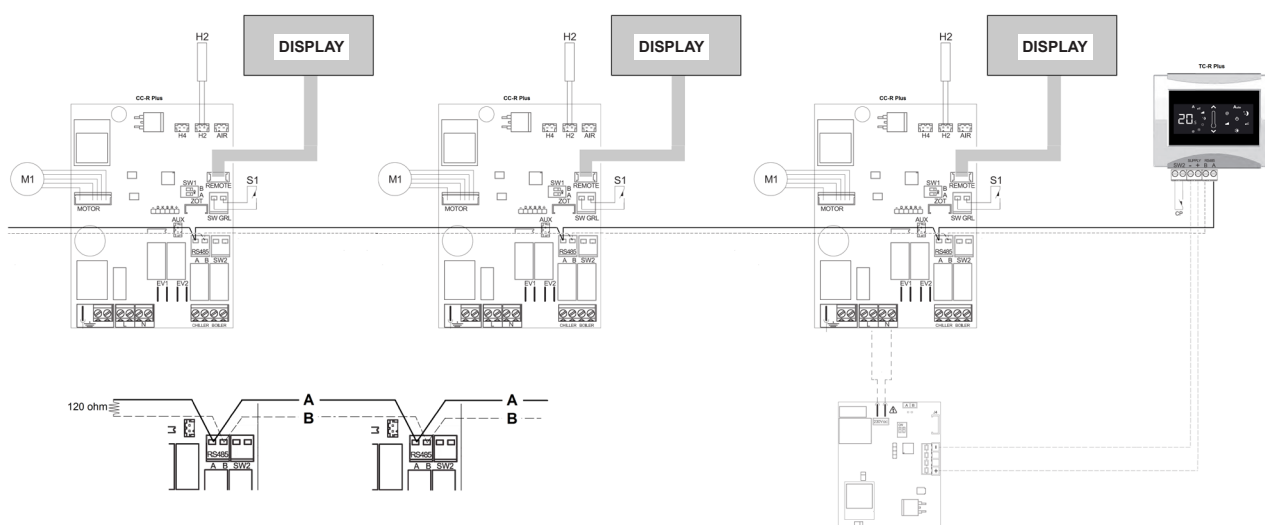

Fig.2
- il collegamento con il cavo RS485 è polarizzato, rispettare le indicazioni "A" e "B" su ogni periferica collegata (Fig.2) (per la connessione utilizzare preferibilmente un cavo bipolare schermato con sezione minima di 0,35 mm²);